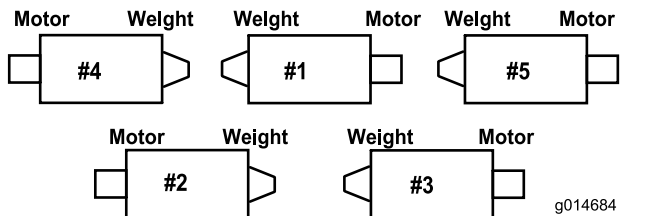

図 7
**重要** #4 左前 Cutting ユニットと、#5 右前 Cutting ユニットでは 図 7、ロッドブラケット取り付けナットを使って、各ユニットのタブの前に、ホースガイドを取り付ける 図 8。ホースガイドは、中央 Cutting ユニットに向かって傾斜するのが正しい 図 8 と 図 9。